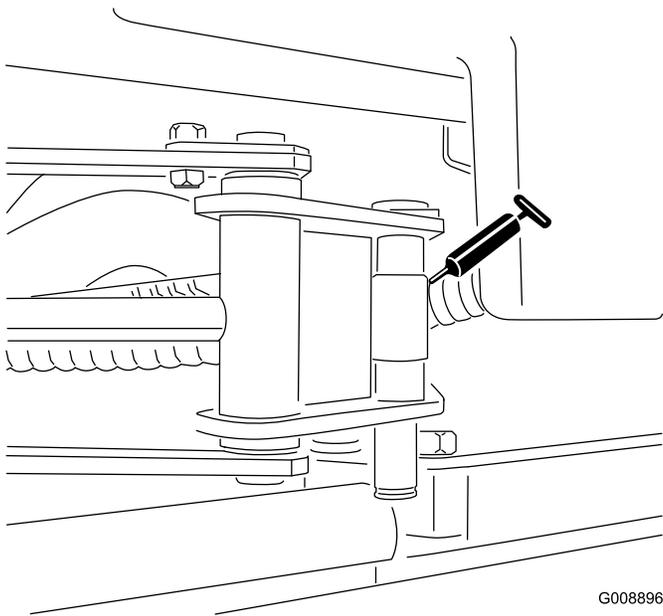

Figura 52
- Extremos de los cilindros del SideWinder (2; modelo 03171 solamente) (Figura 52)